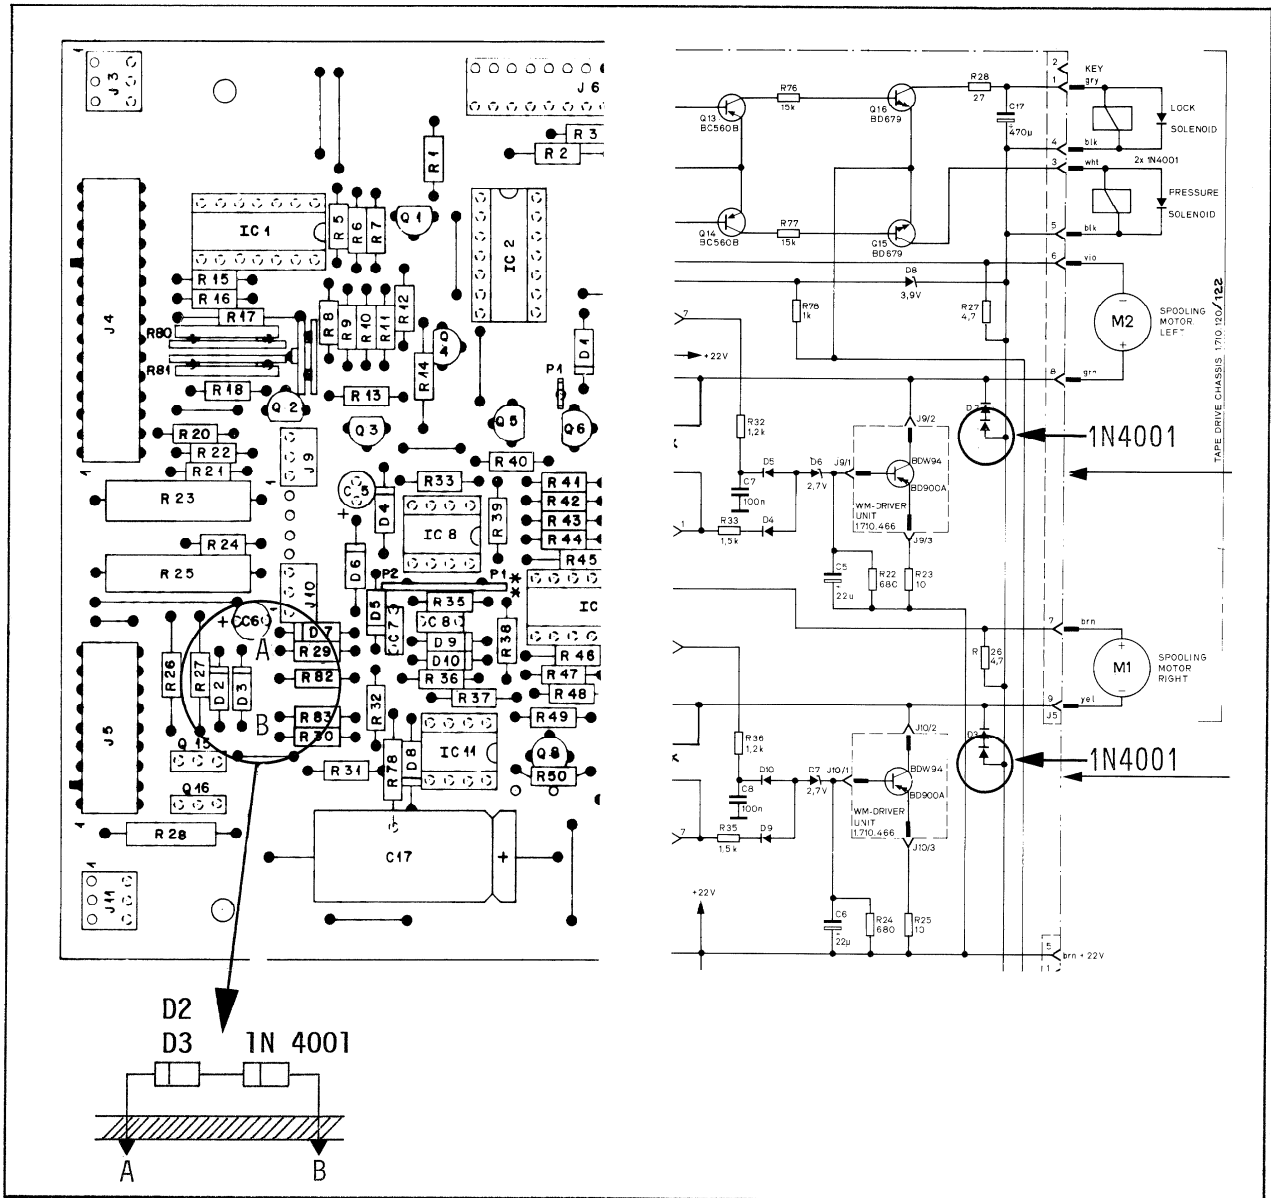

Fig. 1.9
- a) 2 Dioden gemäss Fig. 1.9 auf dem Microprocessorprint 1.710.465 auf der Bauteileseite in Serie zu D2 und D3 einlöten.
- a) On the component side of microprocessor board 1.710.465 solder 2 diodes in series with D2 and D3, as shown in fig. 1.9